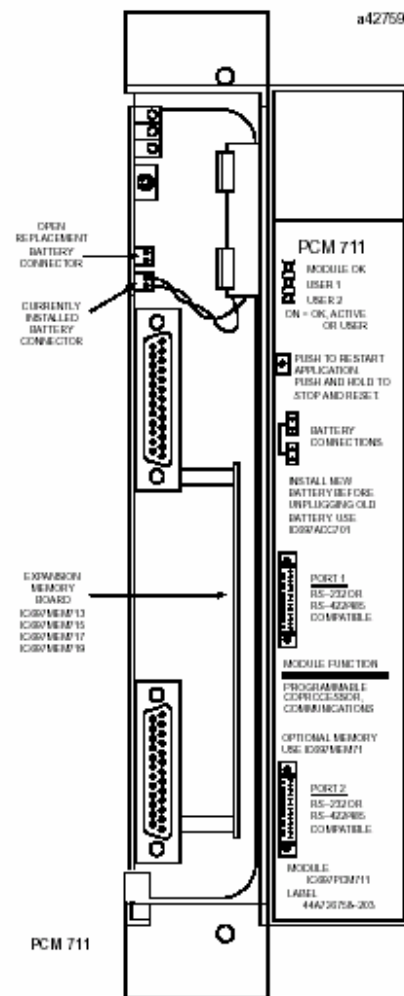

图 2. 可编程协处理器模块 - 用户详细资料
- 电池要和模块上任一个电池连接器连接(见图 2)。
PCM有没有扩展内存子板都可以运转。PCM板上的基础内存为95Kb用户存储。扩展内存子板允许64, 128, 256或者512Kb扩展程序/数据存储。支持此内存的电池位于底板外壳上，如图2所示。